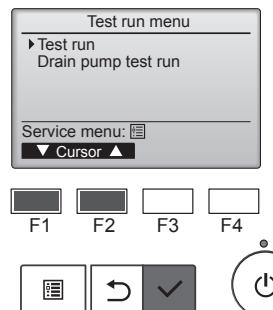

Fig. 8-2
- ② Vælg "Test run" (testkørsel) fra Test run menu (testkørselmenu), og tryk på knappen [VÆLG]. (Fig. 8-2)
- ③ Testkørslen starter, og skærmen Test run (testkørsel) vises.